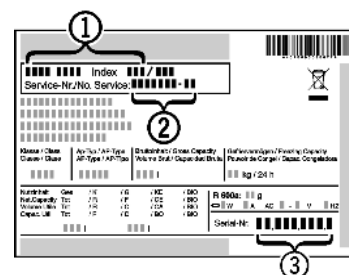

Fig. 26
- ▶ Označení přístroje Fig. 26 (1), servisní číslo Fig. 26 (2) a sériové číslo Fig. 26 (3) naleznete na typovém štítku. Identifikační typový štítek je umístěn na levé vnitřní stěně přístroje.